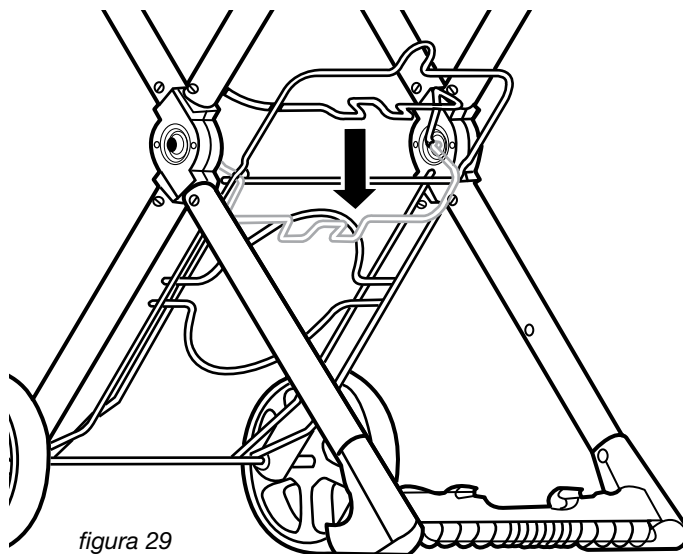

figura 29
Bajar ③③ el retenedor del tanque como se muestra en la figura 29. Asegurar que los broches del retenedor del tanque están bien cerrados ③② para asegurar el estante de Soporte de Tanque.